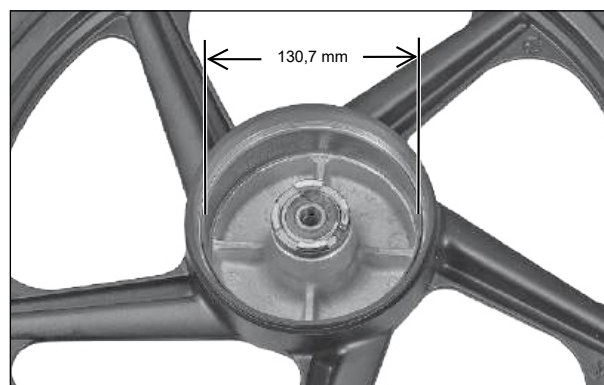

Fig. 6.13
- Meça o diâmetro em 3 a 4 pontos do tambor de freio. Se o diâmetro exceder o limite de uso, substitua a roda por uma nova. (Fig. 6.13)